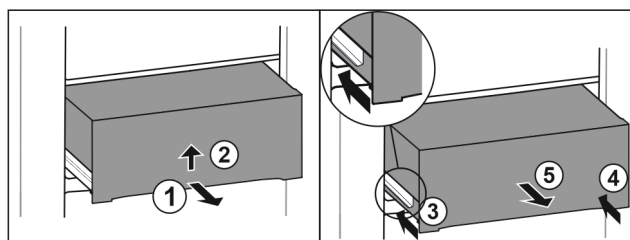

Fig. 33
- ▶ 将抽屉拉出一半。 Fig. 33 (1)
- ▶ 从底部抬起抽屉。 Fig. 33 (2)
- ▶ 推入左侧轨道。 Fig. 33 (3)
- ▶ 推入右侧轨道。 Fig. 33 (4)
- ▶ 朝前取出抽屉。 Fig. 33 (5)